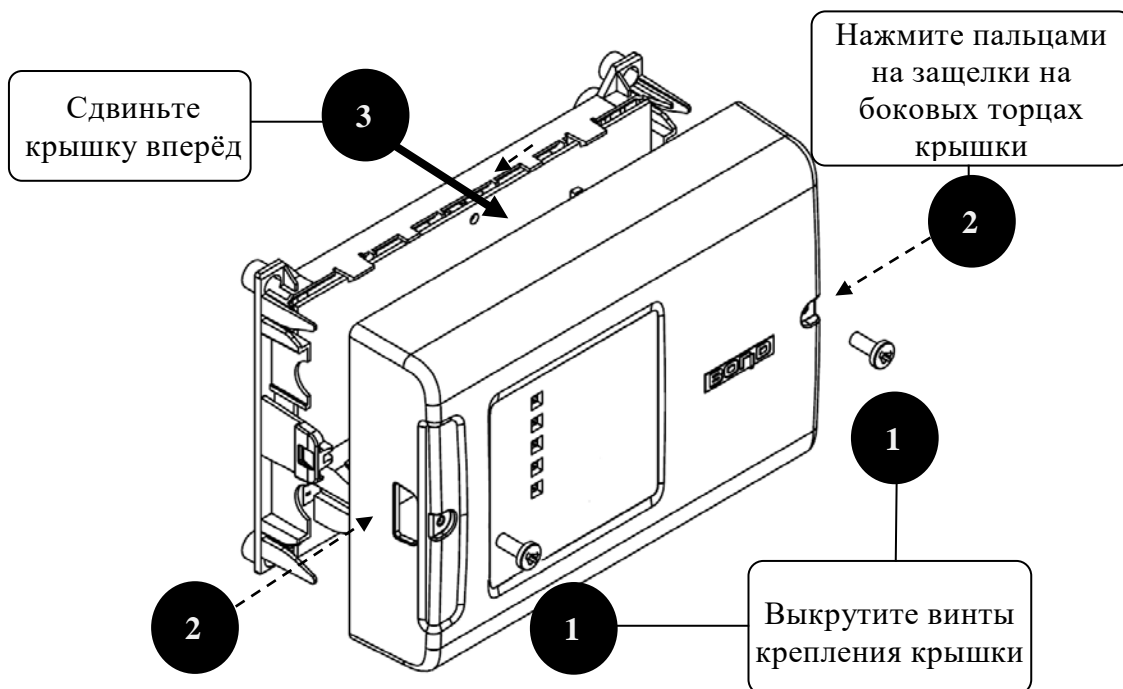

Рисунок 2.2.3.1. Снятие крышки блока.
- и) Снимите крышку блока в порядке, указанном на рис. 2.2.3.1.